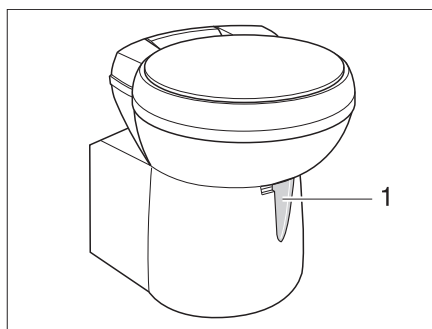

Fig. 380 Tazza del WC Thetford, orientabile
- Prima di tirare l'acqua, aprire il cursore della toilette Thetford. A tal fine girare la leva del cursore (Fig. 380,1) in senso antiorario.
- Girare la leva del cursore (Fig. 380,1) in senso orario. Il cursore viene chiuso. Per svuotare il cursore **deve** essere chiuso nella toilette Thetford.